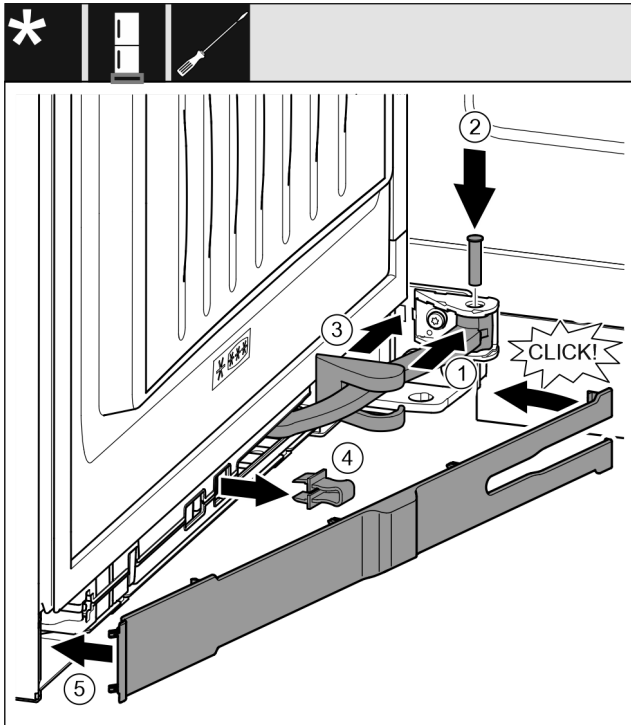

Fig. 46
- ▶ Gelenk in Aufhängung drehen. *Fig. 46 (1)*
- ▶ Bolzen mit einem Schraubendreher T15 in Aufhängung und Gelenk einsetzen. Dabei darauf achten, dass der Rastnocken korrekt in der Nut sitzt. *Fig. 46 (2)*
- ▶ Lagerbockabdeckung entlang des Gelenks schieben und über der Aufhängung montieren. *Fig. 46 (3)*
- ▶ Sicherung abnehmen. *Fig. 46 (4)*
- ▶ Blende griffseitig ansetzen und einschwenken. *Fig. 46 (5)*